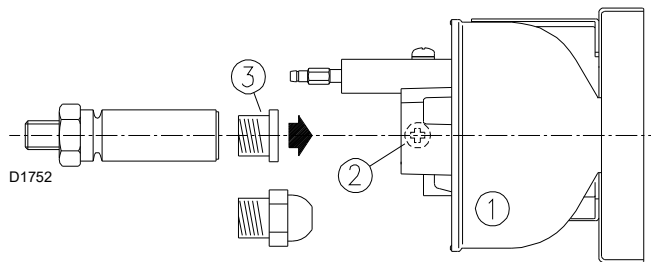

Fig. 11
- Desserrer la vis 2)(Fig. 11) et ôter l'ensemble stabilisateur de flamme 1), enlever les bouchons en plastique 3) et monter les gicleurs: ne pas utiliser de produits d'étanchéité: joints, ruban ou silicone.